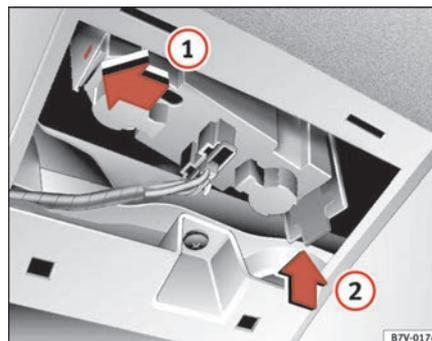

Fig. 167 Luci sul portellone posteriore
- Posizionare il portalampage nel relativo foro ① dalla linguetta anteriore e premerlo verso l'alto dalla parte posteriore ② fino a quando rimane incastrata la linguetta elastica ⇒ fig. 167.